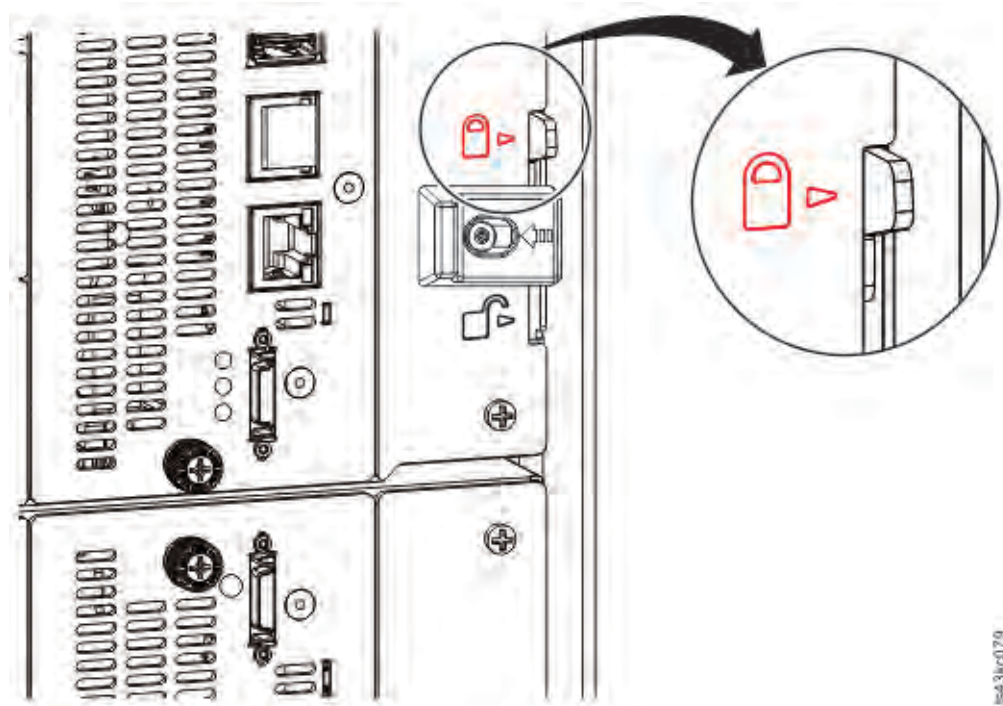

Figura 45. Palanca de alineación bloqueada o encajada en el módulo inferior
2. En la parte posterior de la biblioteca, empezando desde el par de módulos inferior, alinee cada módulo con el módulo que está debajo de él. Repita para cada par de módulos. Consulte Figura 45 en la página 65.